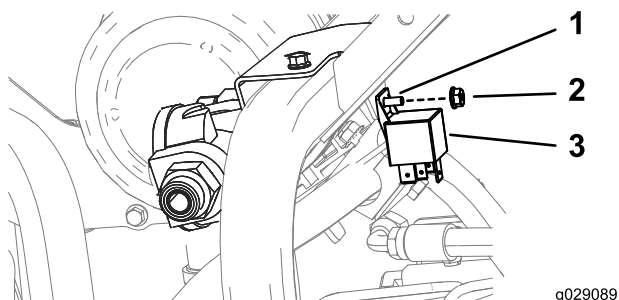

Figura 13
- Montate il relè come mostrato nella Figura 13.